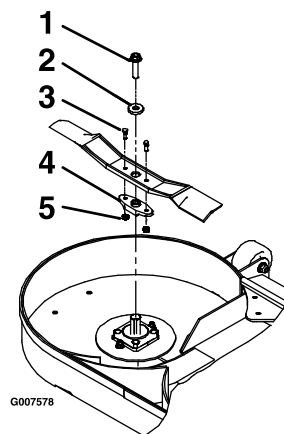

Figure 66
- Déposez la lame, la rondelle et le boulon de lame qui fixe la lame et son dispositif d'entraînement (Figure 66).
- Déposez le dispositif d'entraînement de la lame existante (Figure 66).